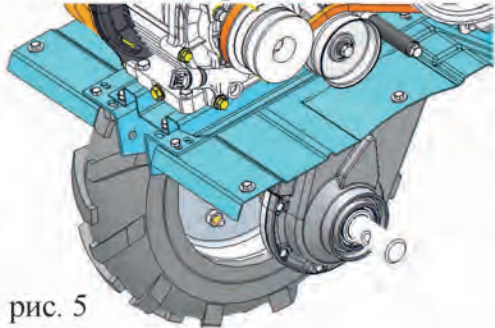

рис. 5
1.1 Извлечь стопор и снять колесо с оси редуктора мотоблока (рис.5).